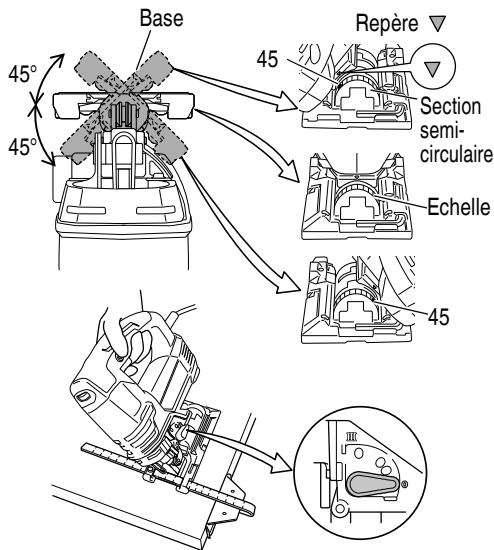

Fig. 18
- La base peut pivoter de 45° des deux côtés pour la coupe angulaire. (Fig. 18)